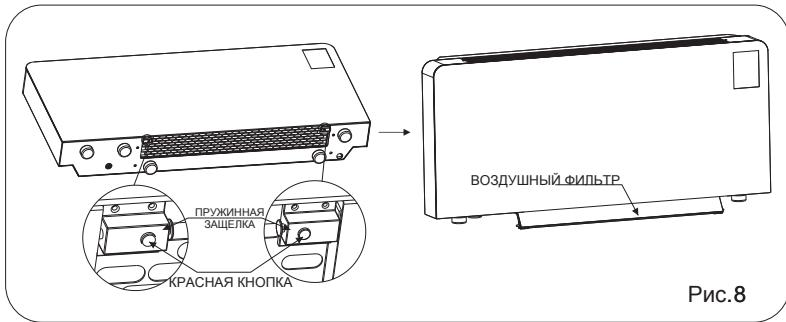

Рис.8
- 1) Нажмите красные кнопки и медленно потяните ее вниз (Рис.8) ;